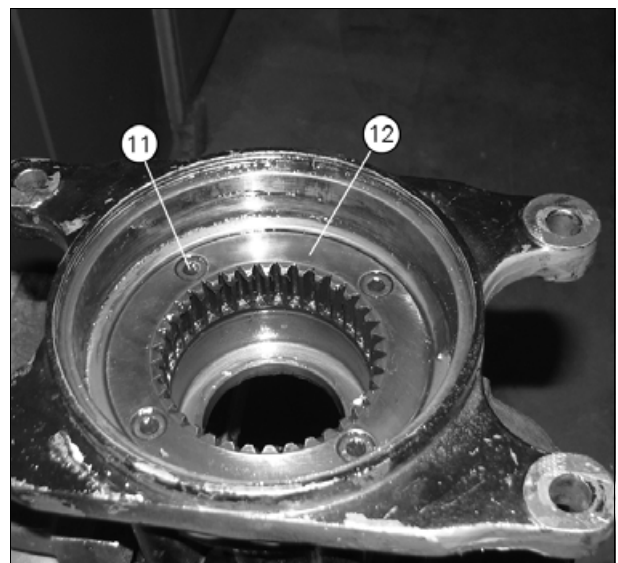

Рис. 11.
20. Нанесите приблизительно 150 г литиевой смазки на внутреннюю поверхность кольцевой шестерни (рис. 11).
23. Болты поз. 11 следует покрыть герметиком Loctite 270 и затянуть моментом 35 Nm (рис. 11).